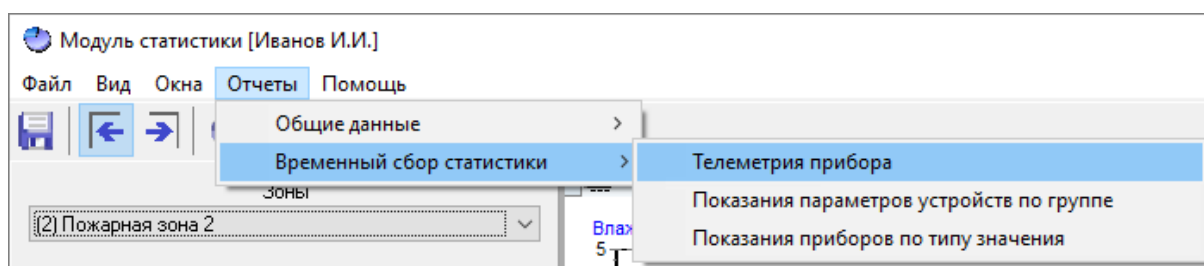

Рисунок 12-157 Переход к формированию отчета "Телеметрия прибора" на основании общих данных сбора статистики из меню отчетов "Временный сбор статистики"
- либо выберите соответствующий отчету пункт в меню отчетов «Общие данные» (см. п. 12.3.1.4) главного окна программного модуля «Статистика» (см. Рисунок 12-157);